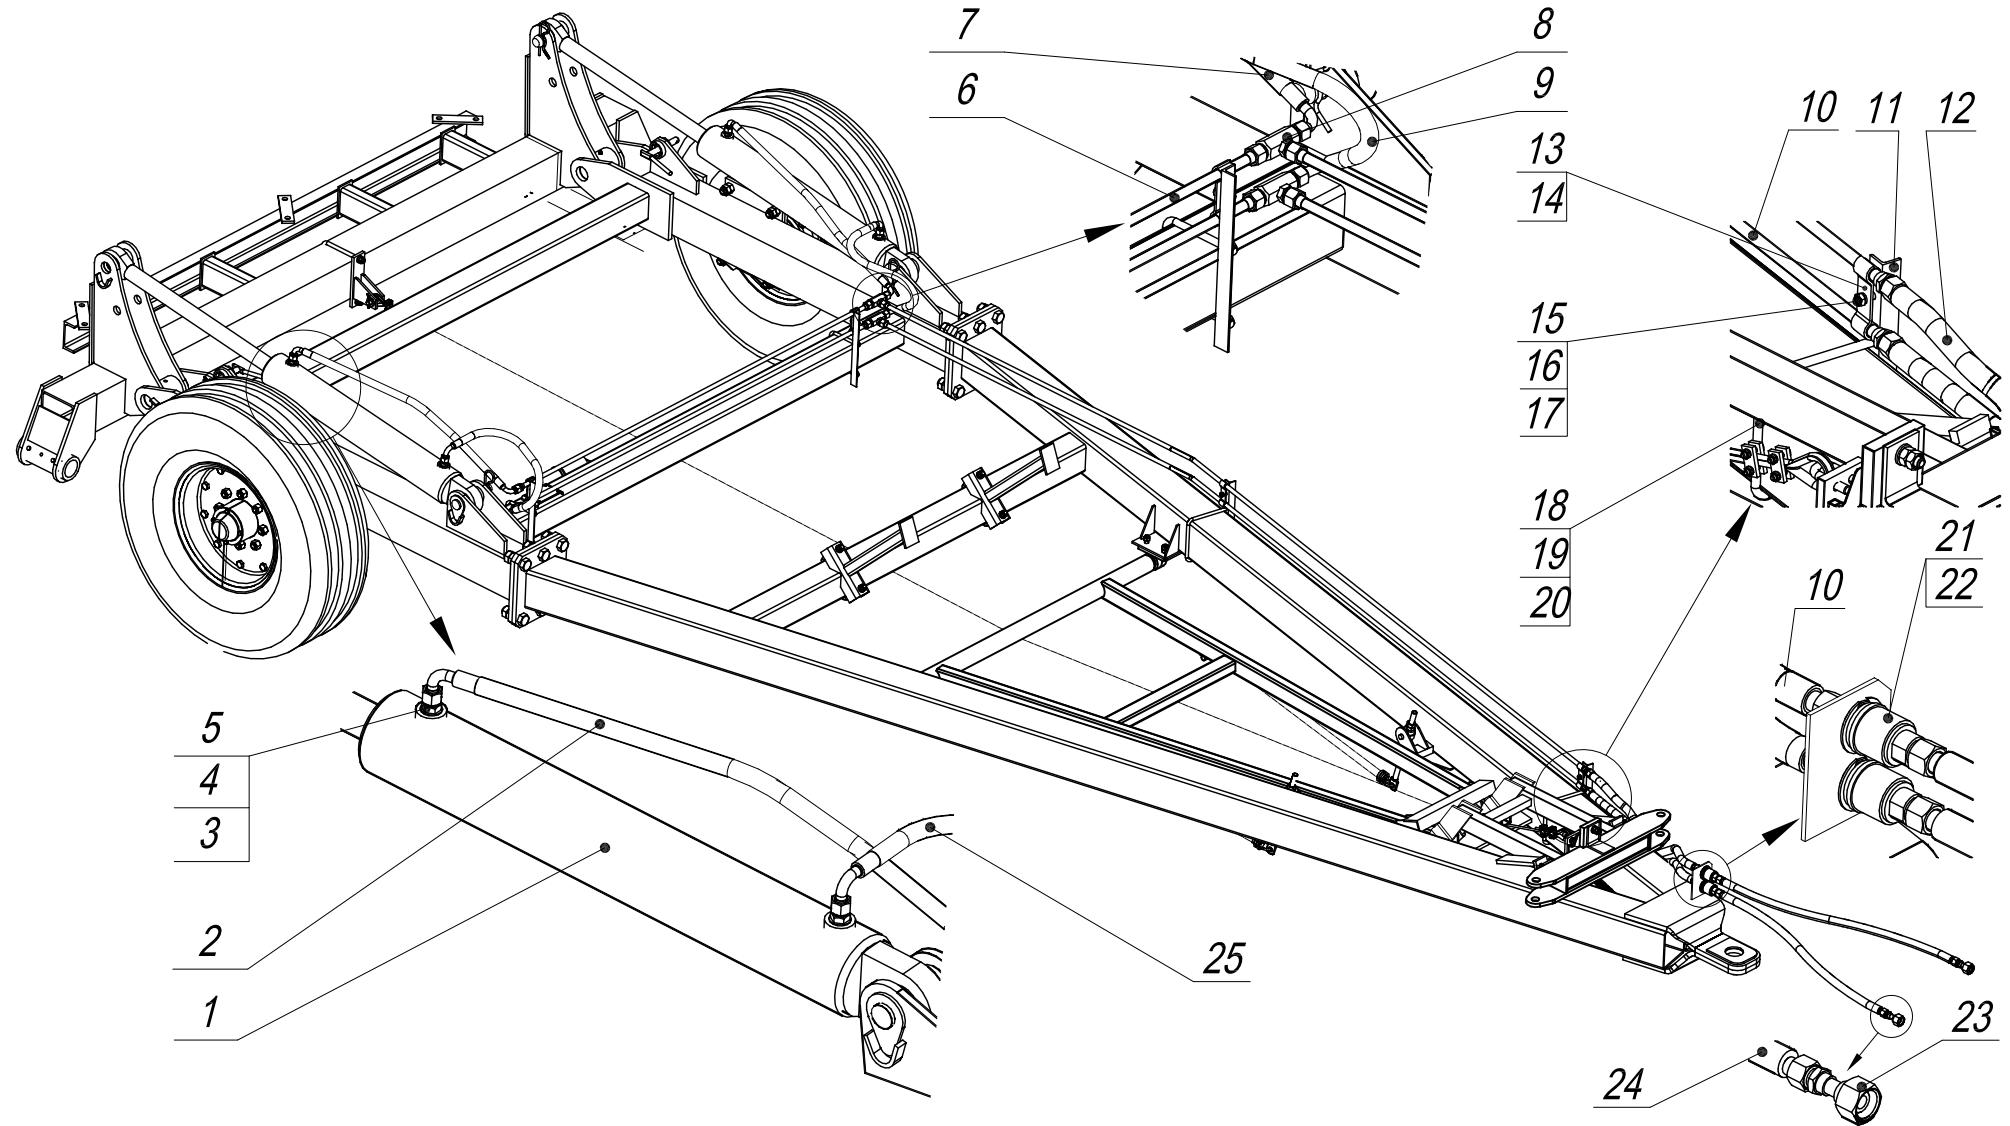

Рис.11 Гидросистема СГВ 05.000-01
2.1.8. Гидросистема сцепки (рис.11) служит для подъема и опускания рабочих органов на развороте, а также при переводе сцепки в транспортное положение. Гидросистема состоит из двух гидроцилиндров 1, соединяющих раму дышла с центральной балкой, трубопроводов 6,10, рукавов высокого давления 2,7,9,12,24,25, соединительной гидроарматуры, держателей 11 и болтокрепежа (для закрепления гидротрассы).